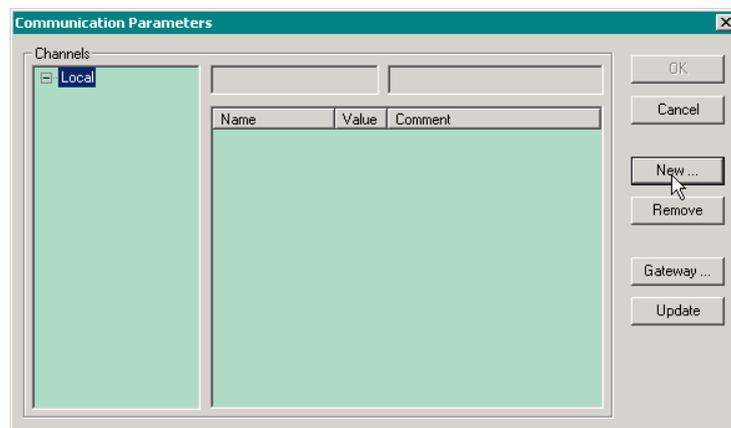

Рис. 47. Диалоговая панель параметров коммуникационного сервера связи с удаленным контроллером
2. Выберите команду меню **Online–Communication Parameters...** На экран будет выведена диалоговая панель **Communication Parameters**, показанная на рис. 47.